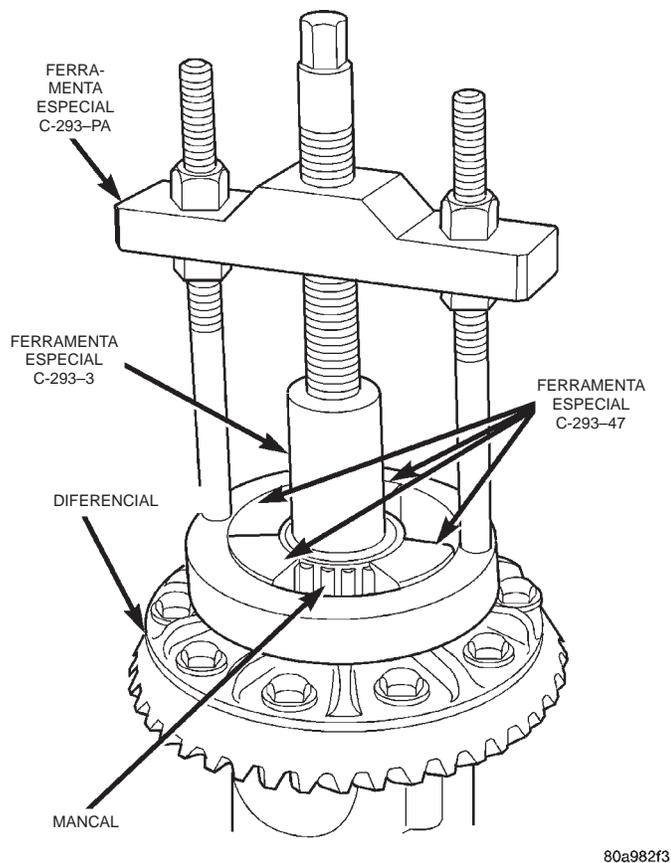

Fig. 22 Remoção do Rolamento do Diferencial — Eixo de 9 1/4
- Adaptadores C-293-47 e Plugue C-293-3 para o eixo de 9 1/4 (Fig. 22).